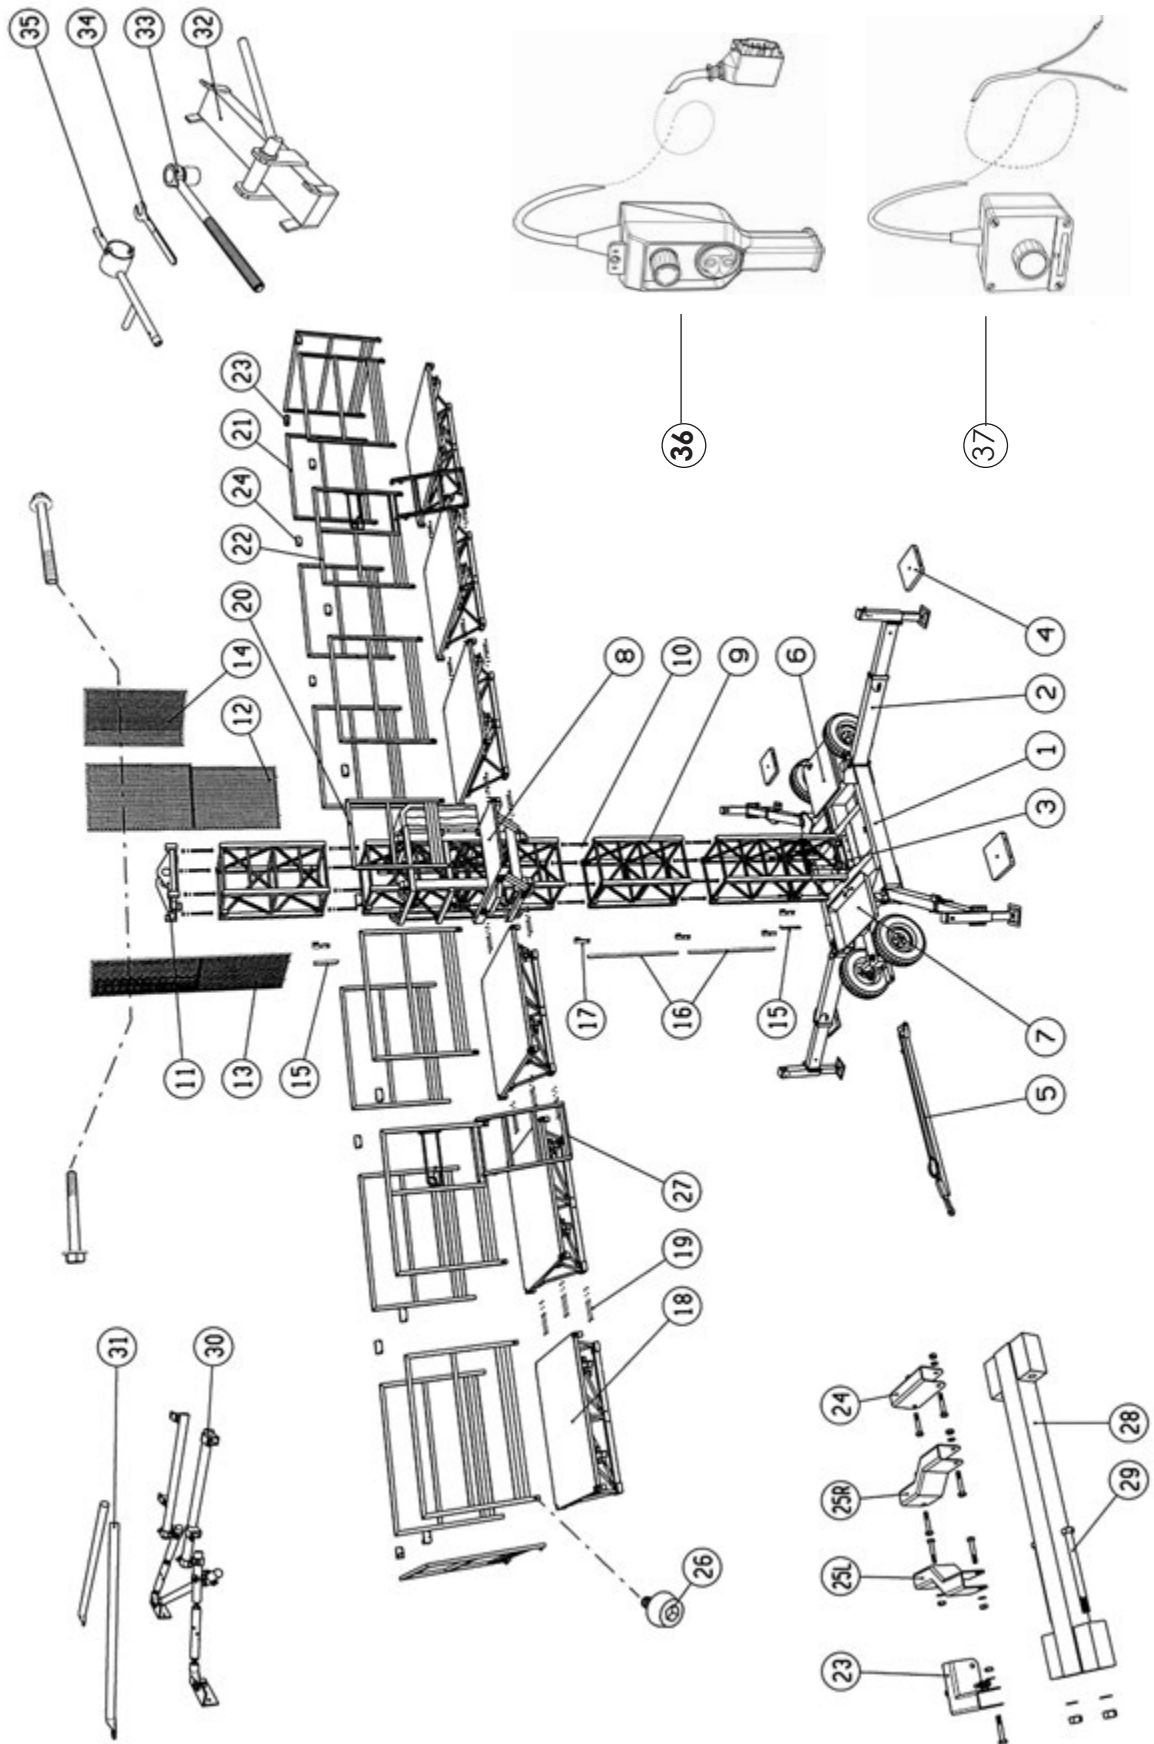

Рис. 1.8. SC1300 одномачтовый на колесном шасси с платформой 10,5 м - базовая комплектация.
1.2. БАЗОВЫЙ КОМПЛЕКТ ПОСТАВКИ SC1300 НА КОЛЕСНОМ ШАССИ С ПЛАТФОРМОЙ 10.5 м (см. Рис. 1.8 NO. 13-0994-1)